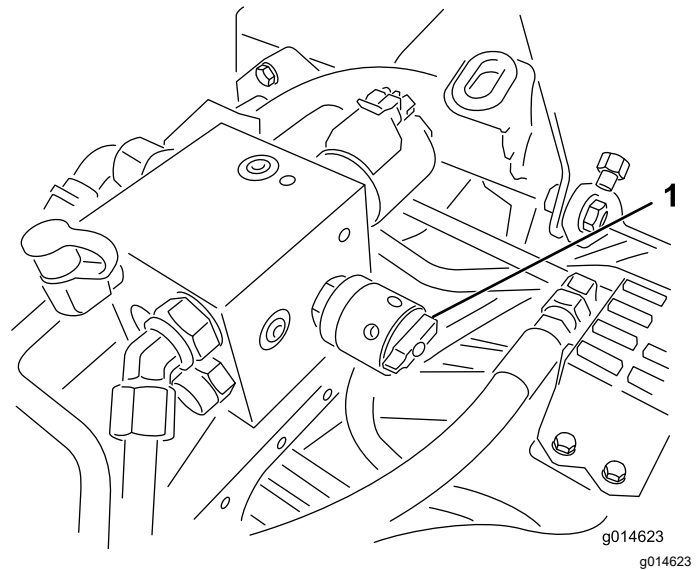

Figura 54
6. Rotiți butonul de control al vitezei cilindrului la setarea 1 (Figura 54).
4. Reglezi viteza cilindrului prin rotirea butonului (Figura 54) până când săgețile indicatoare sunt în dreptul numărului pe care l-ai determinat la pasul 3.